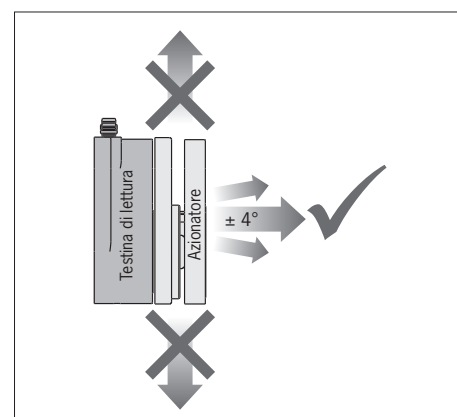

Fig. 1: Direzione di azionamento
- Aprendo il riparo mobile, l'azionatore deve essere allontanato frontalmente dalla testina di lettura (vedi Fig. 1).